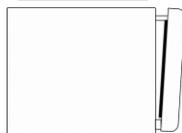

Figura 11.
13- Após a depressurização de todo o vapor, o LED indicador (8) **ABRE PORTA** ascenderá. Neste momento abra a porta da autoclave seguindo os procedimentos estabelecidos nas **INSTRUÇÕES DE ABERTURA E FECHAMENTO DA AUTOCLAVE** na página 3. Neste momento mantenha ligeiramente afastado o rosto da porta pois ao abrir a porta vapores vão sair. Mantenha a porta entreaberta conforme ilustra a Figura 11.